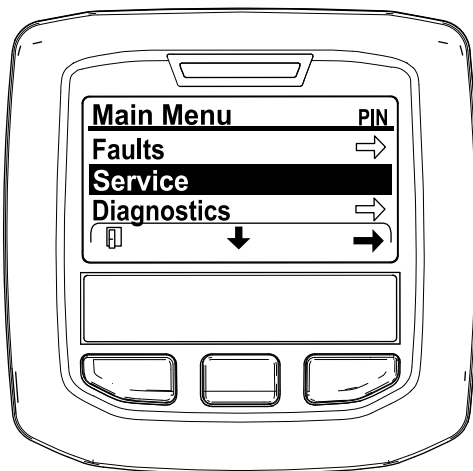

Figura 44
2. Navigate al MENU PRINCIPALE, premete il pulsante centrale per scorrere fino all'opzione MENU MANUTENZIONE, poi premete il pulsante destro per selezionare l'opzione MANUTENZIONE (Figura 44).